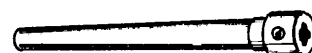

Fig. 1
1. Barra de transmisión (fig. 1)